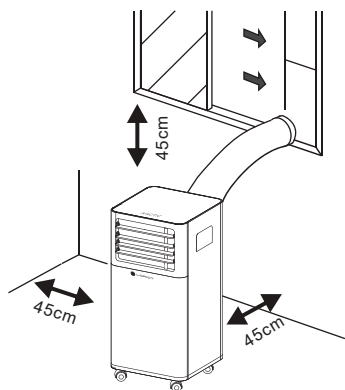

Рис. 1
- 1) Обеспечить свободное пространство (не менее 45 см) (Рис. 1).